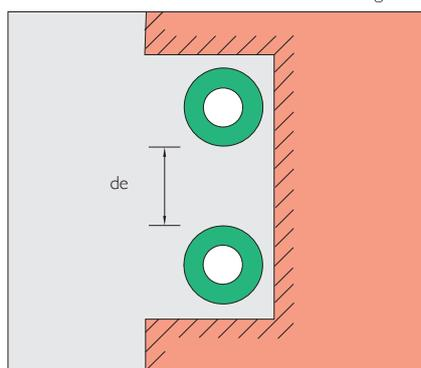

Figura 3
- a) Aumento da altura da abertura que tome possível a separação das tubulações de água quente e fria (figura 3).
- b) Separação das tubulações a uma distância igual ao diâmetro da tubulação embutida (figura 3).